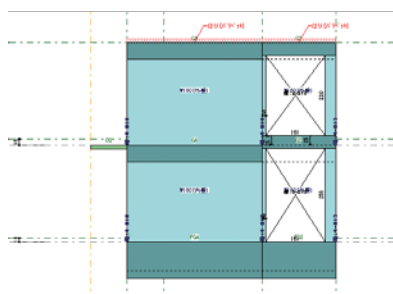

図3 軸組図表示例
- セットバックの入力が可能です。開口位置ごとにはりせい、配筋、はりのレベルを自由に設定できます(図3)。また開口の左右の壁ごとに壁配筋や壁端部筋を設定できます。